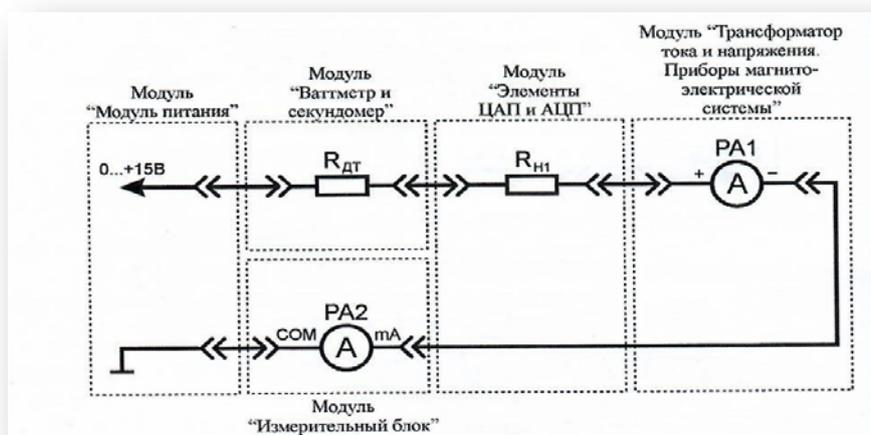

Рис. 18. Схема электрическая соединений лабораторных модулей
1. Согласно схеме (рис. 18) выполнить электрические соединения модулей для определения времени успокоения стрелки амперметра. Монтаж схемы производить при отключенном питании.
3. Включить автоматический выключатель и выключатель дифференциального тока «Сеть» модуля «Модуль питания». Установить такое значение тока в цепи (ручкой регулировки «0...+15 В» модуля «Модуль питания»), чтобы показания амперметра  $PA1$  соответствовали  $2/3$  длины шкалы. Вытащить штырь соединительного проводника из гнезда «0...+15 В» модуля «Модуль питания» (рис. 18).